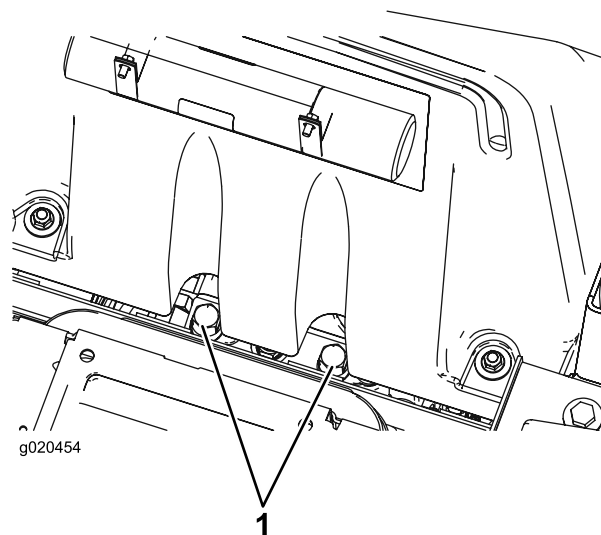

Figura 56
1. Sollevate il sedile e individuate le valvole di bypass, che sono posizionate sotto la parte anteriore del serbatoio del carburante (Figura 56).